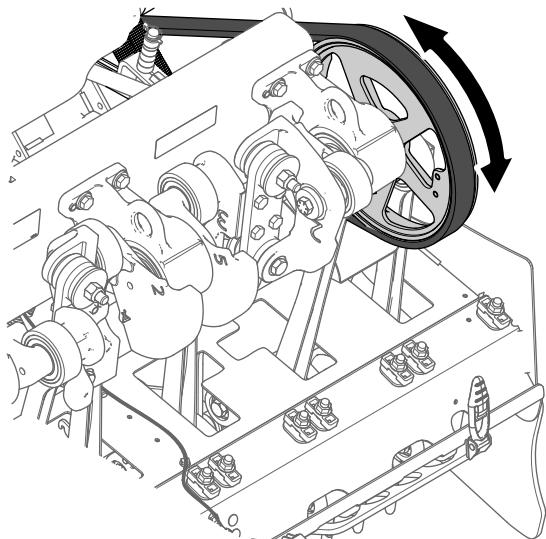
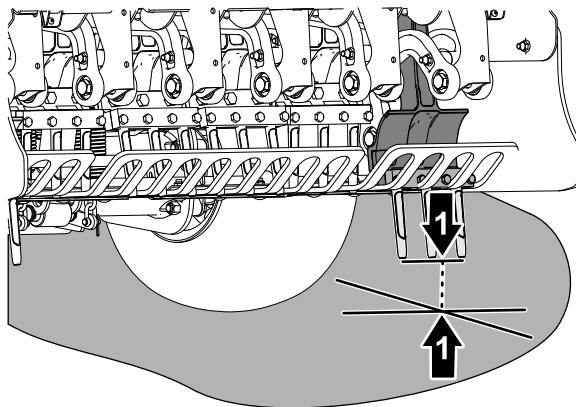

図 59
図 60
4. コアリングヘッドのプーリー図 59を回転させて、一番外側のタインが地表面に最も近付いた状態にする図 60。